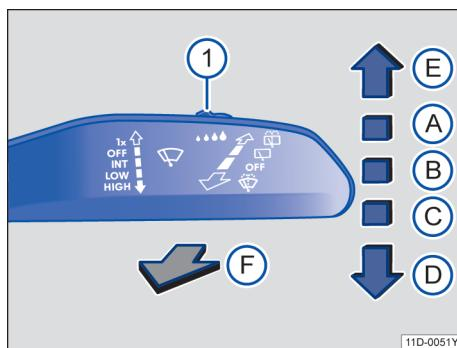

图 78 操作车窗玻璃刮水器
- (A) 车窗玻璃刮水器已关闭。
- (B) 对车窗玻璃进行间歇刮水。
- (C) 慢速刮水。
- (D) 快速刮水。
- (E) 点动刮水 - 短促刮水。
- (F) 拉住操作杆时用于清洁车窗玻璃的刮水和自动清洗功能。
- (G) 后风窗刮水器间歇刮水。风窗刮水器约每 6 秒钟刮一次。
- (H) 将操作杆拨至该位置，系统立即启动清洗/刮水功能，清洗后风窗。
- (1) 使用开关→图 78(1)调节雨量传感器的灵敏度。